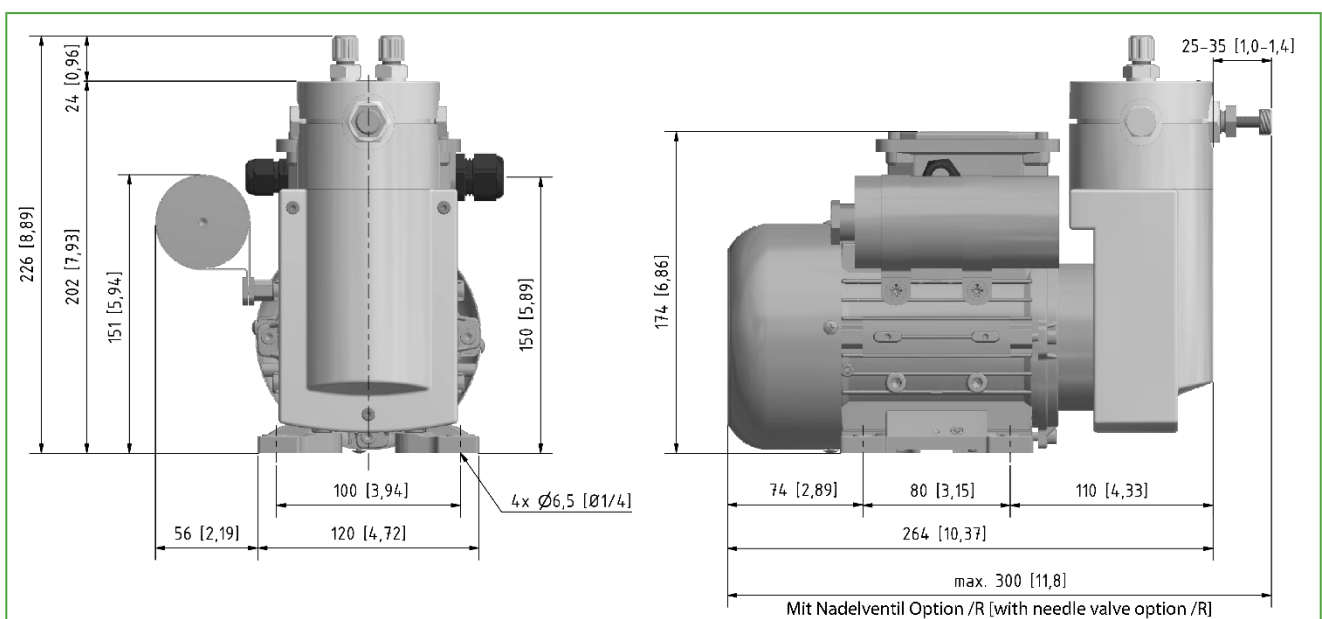

Abbildung 4 Abmessungen MP-F.../R/EX
- Pumpe über die vier 6,5 mm Bohrungen im Pumpenfuß, wenn mit Vibrationen zu rechnen ist zusätzlich mit Schwingmetallen, fest mit dem Untergrund verschrauben. Die Montagemaße sind der Abbildung 4 aus Kapitel 0 zu entnehmen. Damit die Pumpe ausreichend Kühlluft ansaugen kann muss sie mit einem Abstand von mindestens 40 mm zur Wand montiert werden.